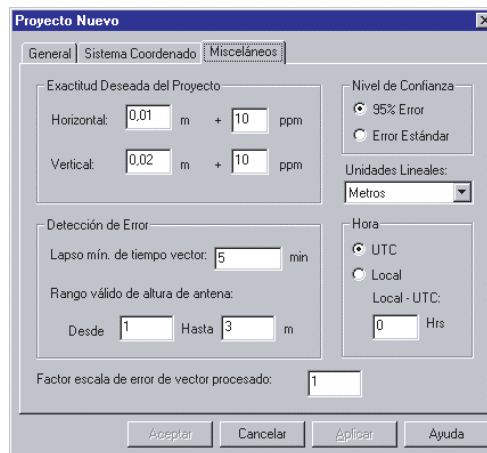

Figura 12.3. Etiqueta Misceláneos de Proyecto Nuevo
9. Haga click en la etiqueta **Misceláneos** (Figura 12.3).